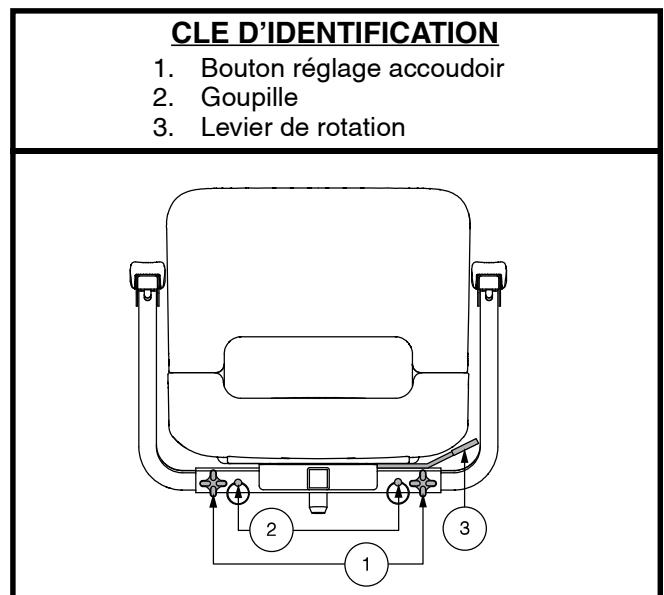

Figure 25. Réglage du siège
Le levier de rotation est situé sur le côté droit de la base du siège et le bloque dans plusieurs positions. **Voir la figure 25.**
1. Desserrez les boutons de réglage. **Voir la figure 25.**